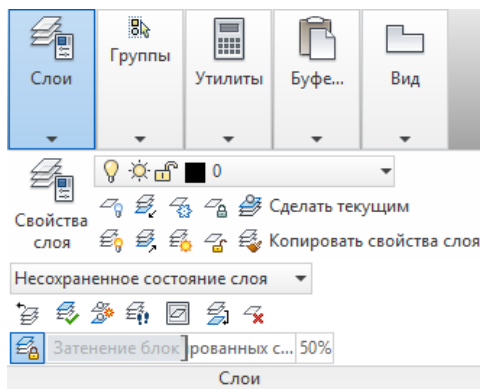
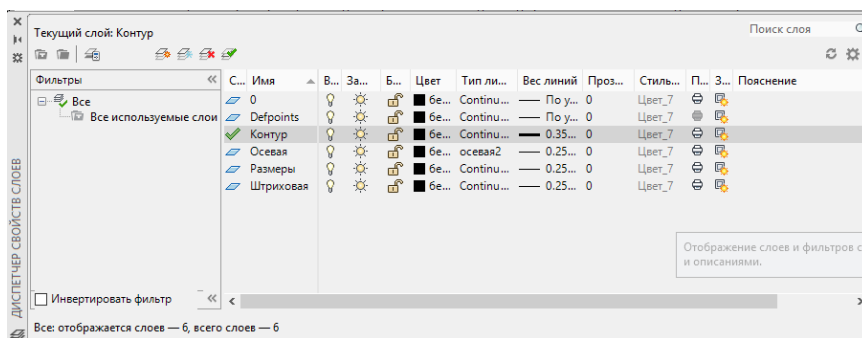

Рисунок 6 – Панель "Слой"
Рисунок 7 – Создание слоев
3.3 Создаем необходимые слои. Для этого в ленте (меню) выбираем панель "Слой" (рисунок 6). Создаем необходимые слои для построения криволинейного контура (рисунок 7).